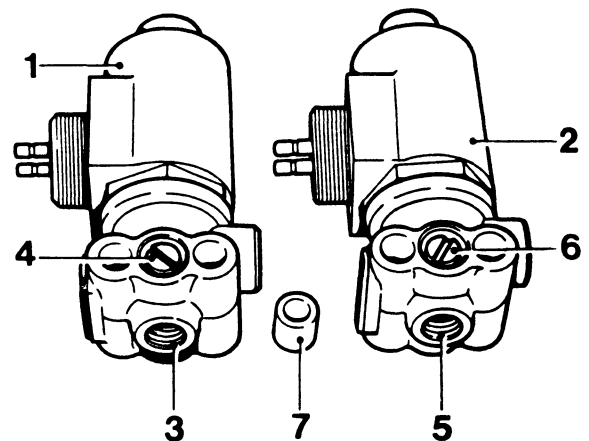

Fig. 2
2. De neutraal-cilinder en de P.T.O. worden ieder afzonderlijk met een electro-pneumatische klep ingeschakeld. Aan de onderzijde van elke klep bevinden zich de persluchtaansluitingen 3 en 5, Fig. 2.